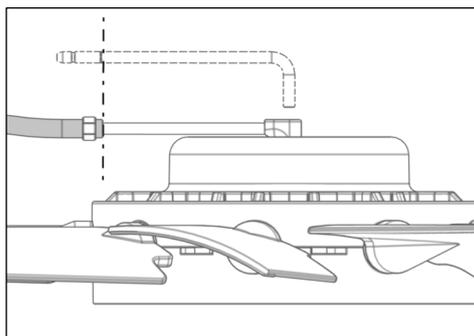

Рис. 18
- 9) Надвинуть напорный шланг на трубку подачи воздуха до отметки (25 мм / 0,984 дюйма) (Рис. 18).